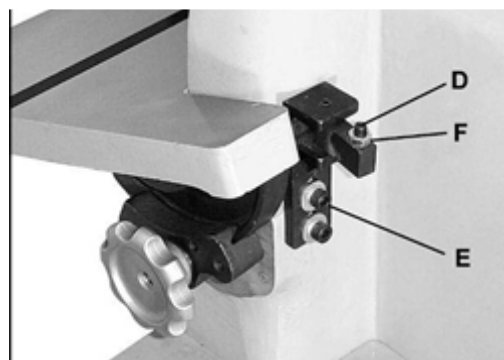

Рис. 17
до 45 градусов вниз. Для этого ослабьте стопорные маховики (А) по обеим сторонам и поверните стол на нужный угол, ориентируясь на шкалу поворотной опоры (В). Снова затяните стопорные маховики (А). Стопор положения наклона в 45 градусов (С) находится под столом. Воспользуйтесь инструментом для измерения углов, чтобы удостовериться, что угол наклона стола в застопоренном состоянии составляет 45 градусов. Если это не так, ослабьте шестигранную гайку и отрегулируйте угол путем закручивания или откручивания стопора. Затем снова затяните гайку. Стопорный винт положения стола под углом в 0 градусов (см. Рис. 17, D) располагается за диском. Данный узел должен быть настроен таким образом, чтобы обеспечивалась быстрая установка стола в горизонтальное положение (90 градусов). Узел должен позволять осуществлять наклон стола вниз. Для первичной настройки стопорного винта ослабьте винты с внутренним шестигранником (Е) и опустите кронштейн. Для более точной настройки ослабьте шестигранную гайку (F) и закрутите или открутите винт (D). Затем снова затяните гайку (F). Периодически проверяйте, чтобы угол наклона стола в этом положении составлял 0 градусов. Для этого используйте угольник. Когда указатель шкалы поворотного основания находится на нулевой отметке, угол между столом и металлическим диском должен составлять 90 градусов.